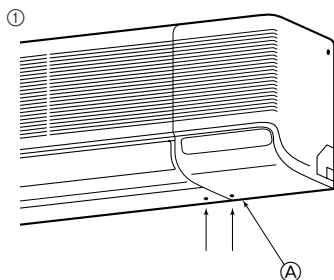

Fig. 3-6
1) Bageste, højre og nedre rørføring (Fig. 3-6)